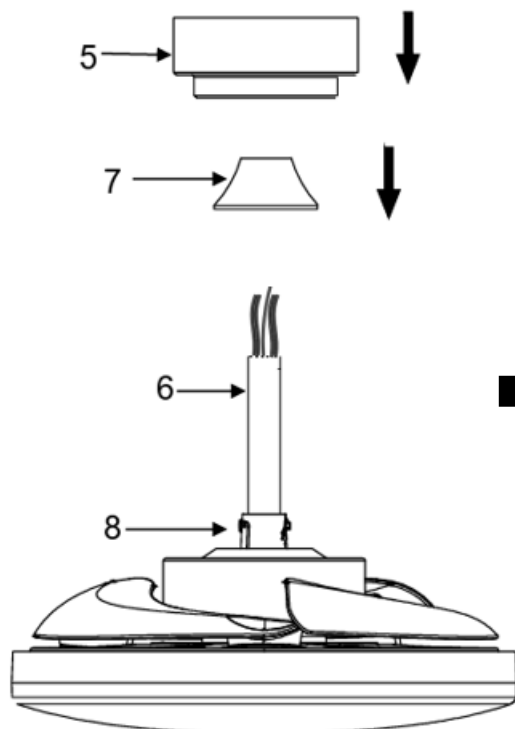
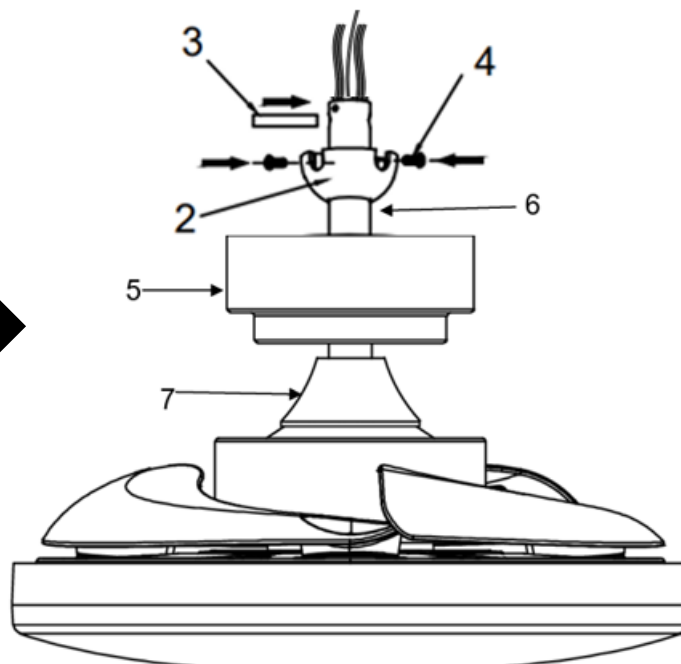

Fig. 6.5
Fig. 6.6
6. Inserte la cubierta del acople (7) en la varilla descendente (6) para cubrir la carcasa del acople de la varilla descendente (8).
7. Inserte el dosel (5) sobre la varilla descendente (6) e instale nuevamente la junta de bola (2) y el pasador cilíndrico (3) en la varilla descendente (6) y asegúrelos ajustando los tornillos de fijación (4). (Fig. 6.5 y Fig. 6.6)